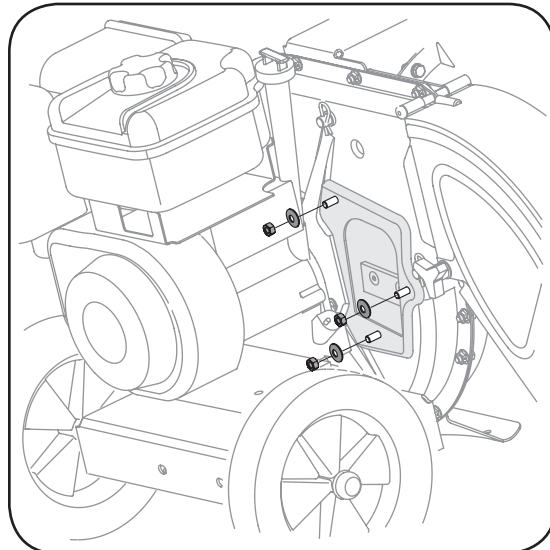

Figura 3-8
- Saque las tres arandelas curvas y las tuercas hexagonales de los espárragos de la soldadura que están alrededor de la abertura en el costado de la caja del motor. Vea la Figura 3-8.